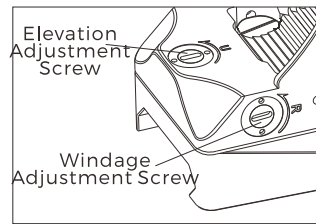

Fig 8
2. L'ajustement de la hauteur se situe sur le dessus de la section arrière du boîtier et l'ajustement du jeu se situe sur le côté droit du boîtier. L'ajustement peut se faire en insérant et tournant l'extrémité plate de l'outil inclus dans la fente de la tourelle (Fig 8).